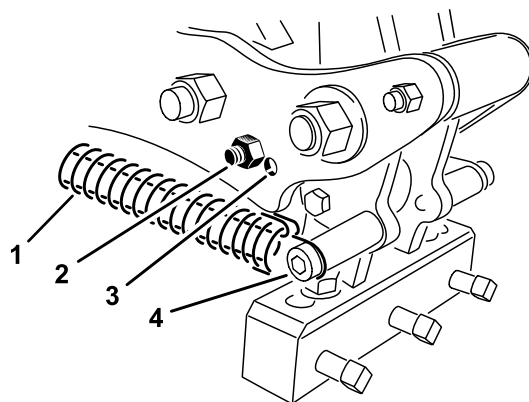

図 37
リンクアームについている2つの調整穴のうちのどちらかを使って、使用するタインの長さに応じた角度を設定する。すでに開けられている穴からのみ選択する。使用するタインの直径が 17.8 mm - 25.4 mm の場合は、バンパーをタインヘッド後部に一番近い位置にセットする。土壌条件によってはヘッドから一番遠い位置 図 37の方が好ましい場合もあります。
3. タインヘッドにかかっているスプリングのテンションを解除する 図 37。
4. リンクアームからバンパーボルトとバンパーを外し、これらをもう一方の調整穴に差し込む 図 37。